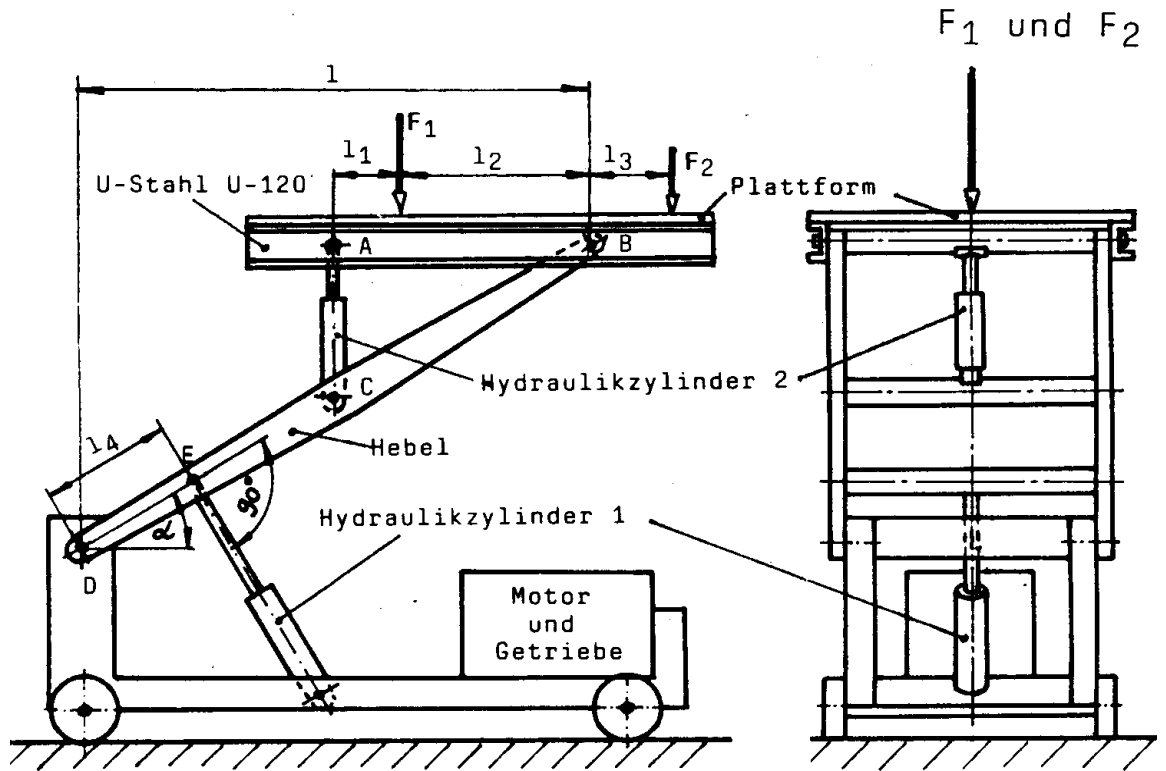

Abbildung 1
- 4 Berechnen Sie den Minstdurchmesser des auf Abscheren beanspruchten Bolzens aus C10 mit $R_m = 450 \text{ N/mm}^2$ (ersatzweise mit C22E rechnen) im Lager A, wenn $F_A = 10 \text{ kN}$ beträgt und ein Sicherheitsfaktor von $v = 8$ angenommen wird. (Siehe Abb. 1 und Abb. 2). 3,0